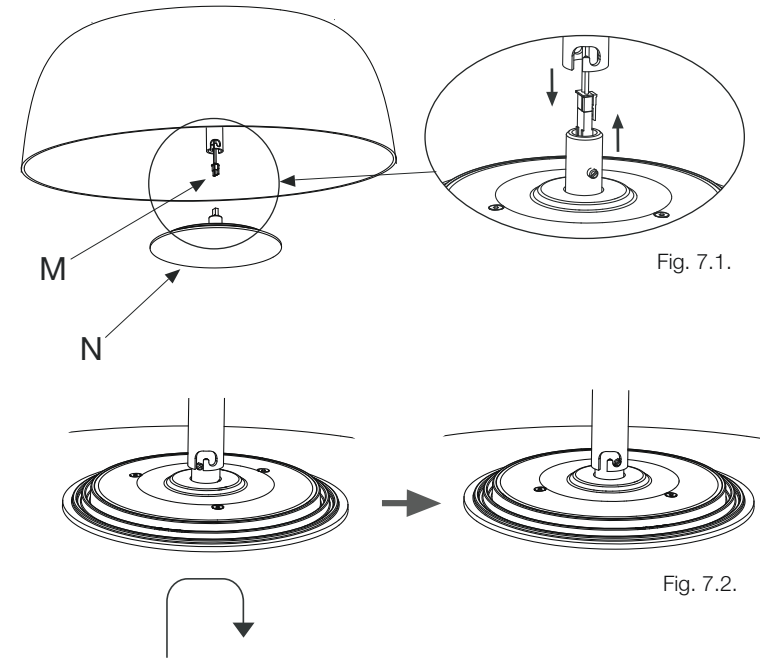

Fig. 7.1.
7. Clip the connector on the regulator box (M) to the connector on the LED plate (N) as shown in Fig. 7.1, and secure the LED plate by twisting it as shown in Fig. 7.2.
7. Clipar el conector del grupo eléctrico (M) con el conector del plato de leds (N) como se muestra en la Fig. 7.1. y fijar el plato de leds realizando un giro de bayoneta como se muestra en la Fig.7.2.
7. Fixez le connecteur du groupe électrique (M) au connecteur de la plaque à LED (N) comme indiqué à la Fig. 7.1. et fixez la plaque à LED avec une rotation à baïonnette comme indiqué à la Fig.7.2.
7. Klemmen Sie den Steckverbinder der Reglerbox (M) mit dem Steckverbinder der LED-Platte (N) wie in Abb. 7.1 gezeigt ein und befestigen Sie die LED-Platte durch eine Bajonett-drehung, wie in Abb. 7.2 gezeigt.